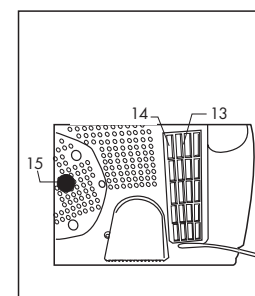

Fig. 16
Nettoyer périodiquement le filtre d'aspiration (14) en décrochant le couvercle filtre (13) Fig. 16, en le battant et en le lavant sous l'eau courante s'il y a lieu, faites-le ensuite sécher en le remettant en place dans son siège et remettre le couvercle filtre (13).